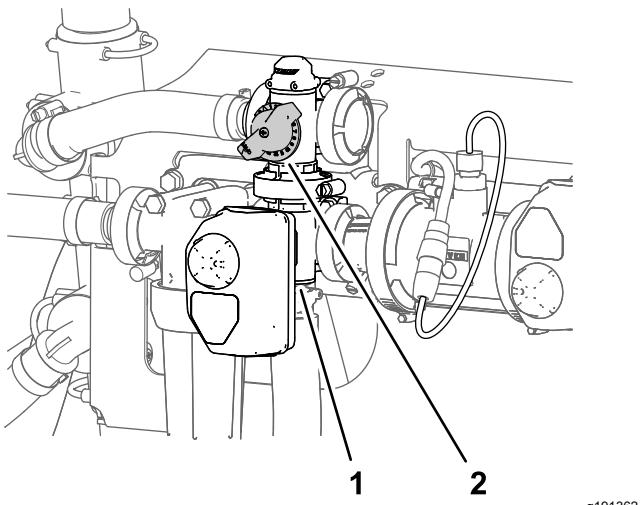

Bild 28
11. Stellen Sie das Rührwerksicherheitsventil (Bild 28) hinten am Rührwerkventil so lange ein, bis das Druckmanometer für den Druck des Sprühsystems 6,89 bar anzeigt.